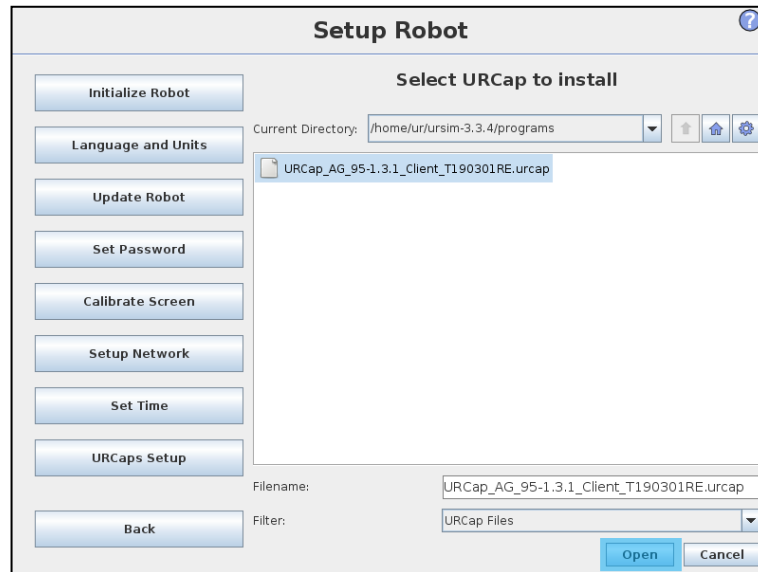

图 5.4 打开界面
5. 点击屏幕最下方的按钮 **Open**。如图 5.4 所示。